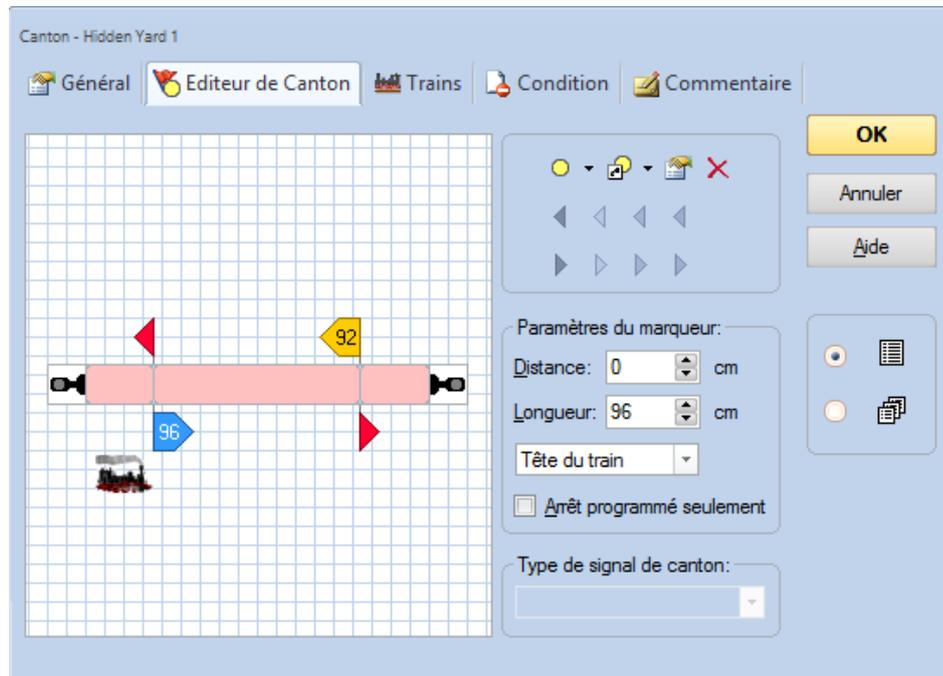

Figure 100 : L'éditeur de cantons
Afin de définir un canton, des symboles d'indicateurs de contact, qui représentent les capteurs de voie situés dans ce canton, sont créés et affectés au canton. Cela est réalisé avec l'éditeur de cantons, qui est affiché dans la figure 100. Si au moins un des indicateurs contenus dans un canton est activé, le canton est supposé occupé. Les positions réelles sur le réseau des capteurs connectés au canton déterminent également l'emplacement du canton sur le réseau.
- Même s'il est possible d'assigner des symboles d'indicateur à un canton qui sont déjà dans d'autres fenêtres, cette fonction est principalement prévue pour des raisons de compatibilité avec les versions précédentes du logiciel ou à des fins très spécifiques. Habituellement, vous pouvez créer chaque symbole d'indicateur contenu dans un canton, avec l'éditeur de canton affiché dans la figure 100.
La figure 100 montre la même situation que la figure 101 configuré dans l'éditeur de cantons.